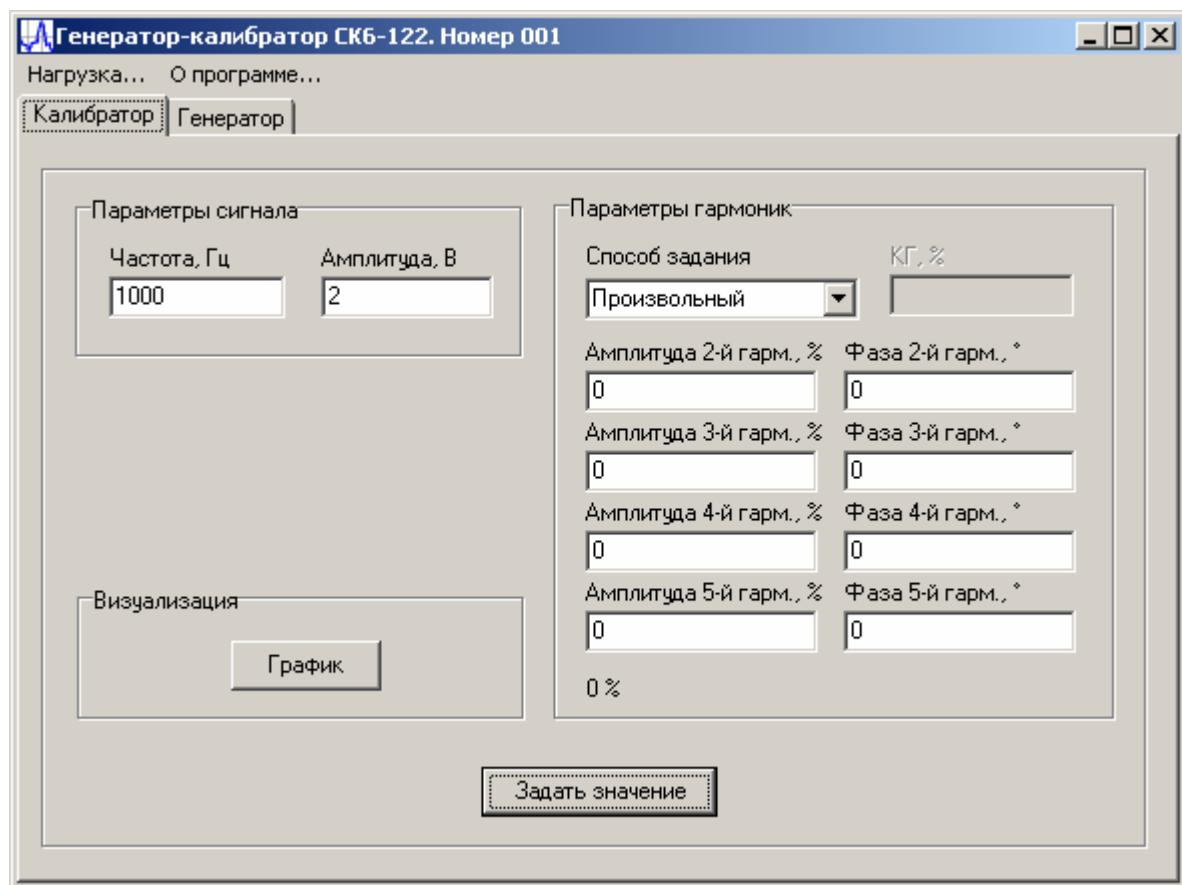

Рисунок 4. Общий вид программы управления генератором-калибратором СК6-122
5.3 Меню «Способ задания» служит для выбора различных типов распределения Кг по четырем высшим гармоникам (см. рисунок 4) при генерации выходного сигнала. В режиме «Произвольный» (см. рисунок 4) для задания значения Кг доступны все 4 высшие гармоники. Кроме того, есть возможность индивидуально для каждой гармоники задавать фазу в градусах относительно первой гармоники. Этот режим рекомендуется использовать при малых значениях Кг (менее 0,01%). При этом значение Кг нельзя распределять по двум и более высшим гармоникам, так как это приведет к некорректным результатам.
Для работы прибора в режиме калибратора необходимо переключиться на вкладку «Калибратор» (см. рисунок 4), указать частоту, наибольшее значение выходного сигнала и значение Кг. Значение Кг, как было показано выше, можно устанавливать либо на одной гармонике, либо распределять его по различным гармоникам заранее определенными или произвольными способами, в том числе формировать сигналы, подобные сигналам калибраторов СК6-10 и К2С-57.